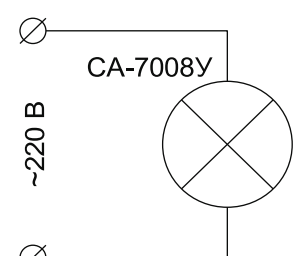

Рисунок 2. СА-7008У. Схема подключения.
7.2 Подключение изделия осуществляется в соответствии со схемой подключения (рис.2).
8.6 Осуществить подключение изделия в соответствии со схемой подключения (рис.2).